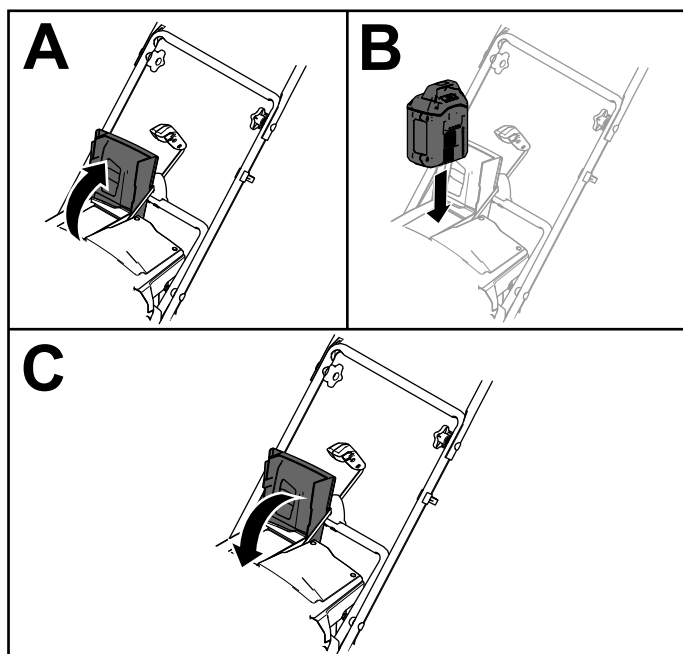

図 10
2. バッテリーコンパートメントリッドを持ち上げる 図 10のA。
3. バッテリーパックのくぼみをマシンの舌の位置に合わせ、バッテリーパックを所定の位置にロックされるまでコンパートメント内にスライドさせる 図 10のB。
4. バッテリーコンパートメントリッドを締める 図 10のC。